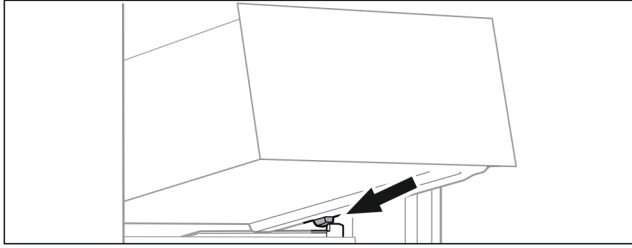

Fig. 14
- ▶ Lade schuin achter de stoppers op de containerrib plaatsen Fig. 14 (1).